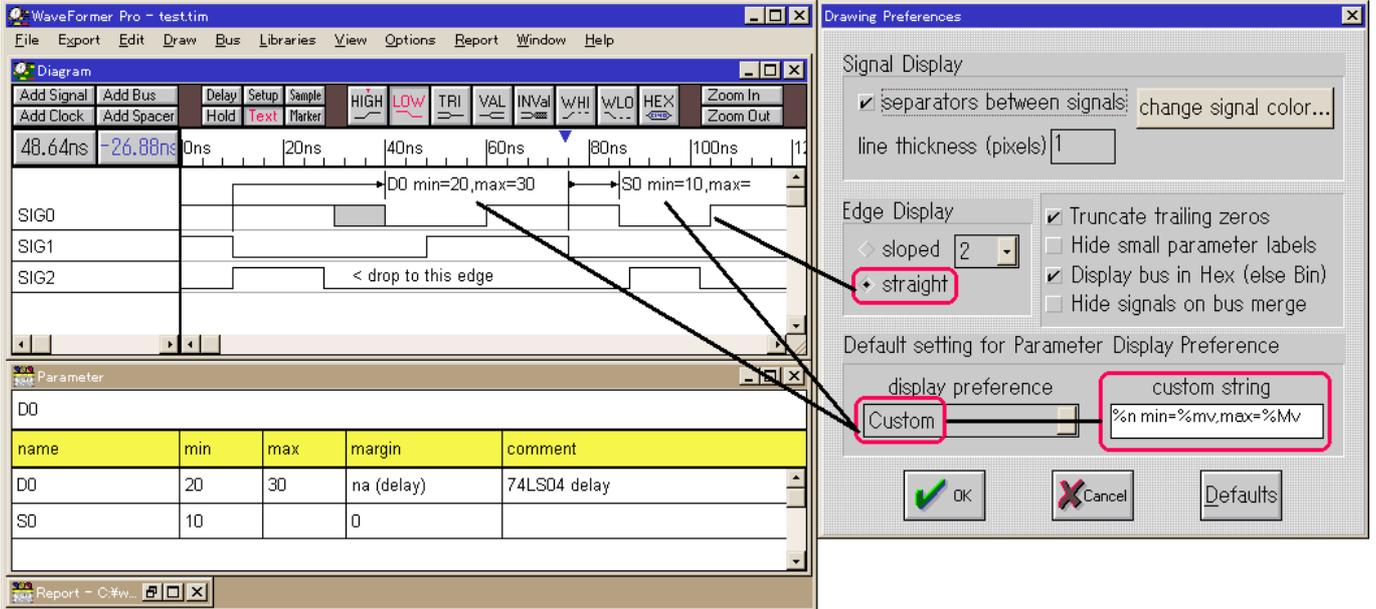

図 3.8 Global Default の内容を Custom(名前 min=最小値 , max=最大値)とし , エッジを垂直表示にした例
5. 値やラジオ・ボタンをいろいろに変えて , その効果を確認してください(図 3.8) .